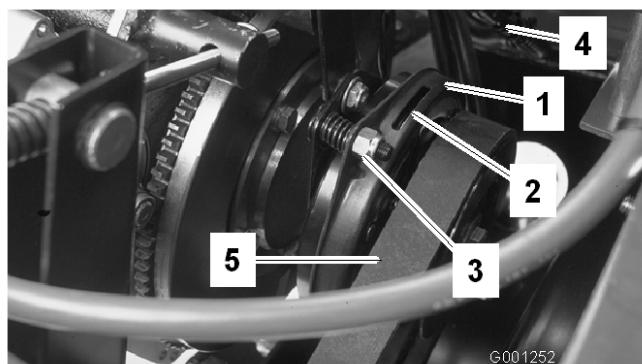

Bild 64
3. Schließen Sie den elektrischen Anschluss der Kupplung ab (Bild 64).
4. Stellen Sie den Abstand so ein, dass eine 0,015 Zoll Fühlerlehre mit leichtem Druck zwischen die Kupplungsauskleidung und die Bremsscheibe passt (Bild 64). Sie können den Abstand verringern, indem Sie die Einstellmutter nach rechts drehen (Bild 64). Der maximale Betriebsabstand beträgt 0,8 mm.